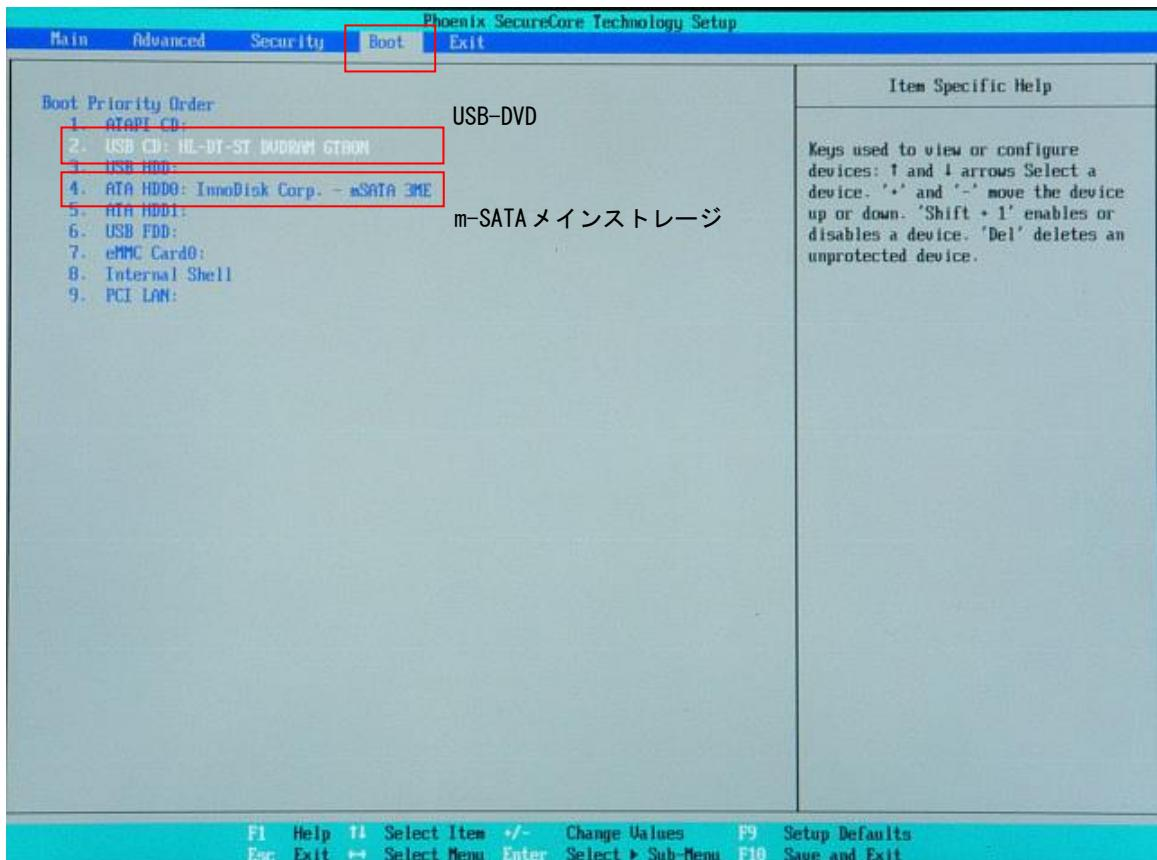

図 5-2-1-2. Boot デバイスの選択
- ⑩ [Exit] メニューを選択します(図 5-2-1-3)
- ⑪ [Exit Saving Changes] を実行し、設定を保存して終了します。